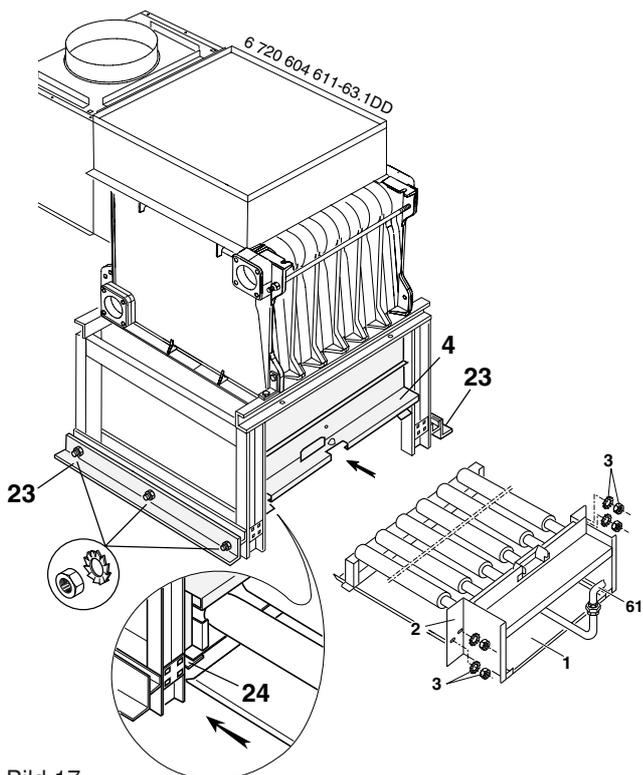
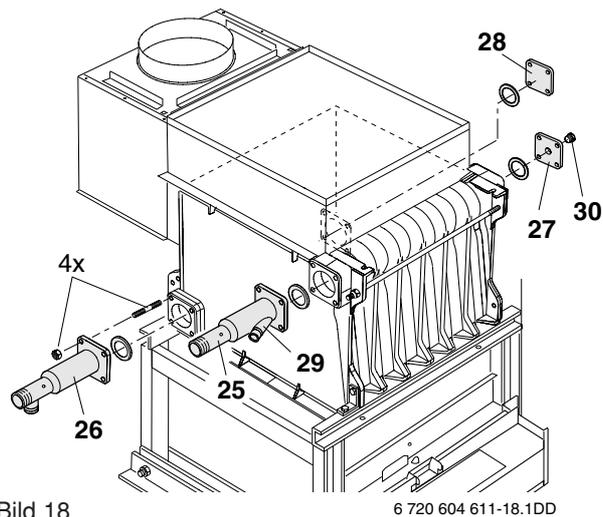

Bild 17
Bild 18
**Empfehlung:** Die Gasstraße (61) mit Zündbrenner (siehe Bild 30) sofort, oder vor dem Wiedereinbau nach Bild 17 von der Brennergruppe (2) trennen. Durch diese Maßnahme wird die Weitermontage ab Bild 18 erleichtert.